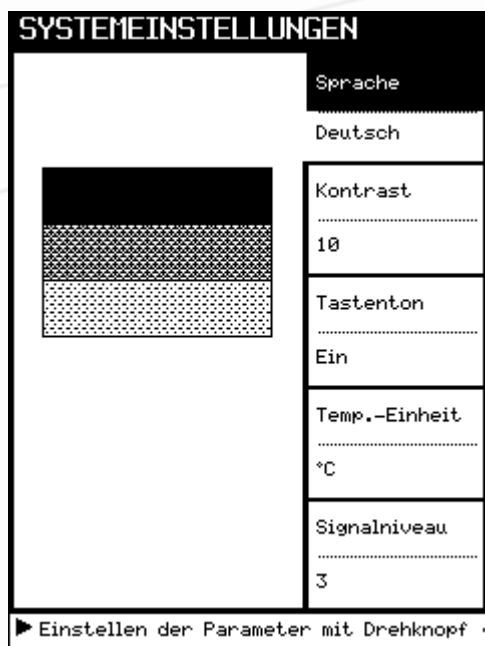
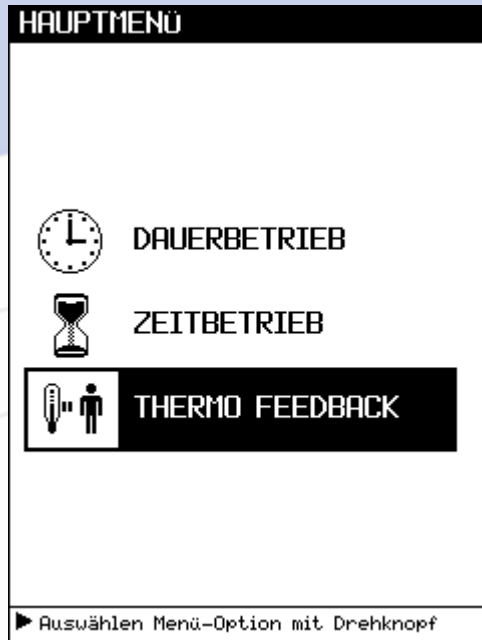
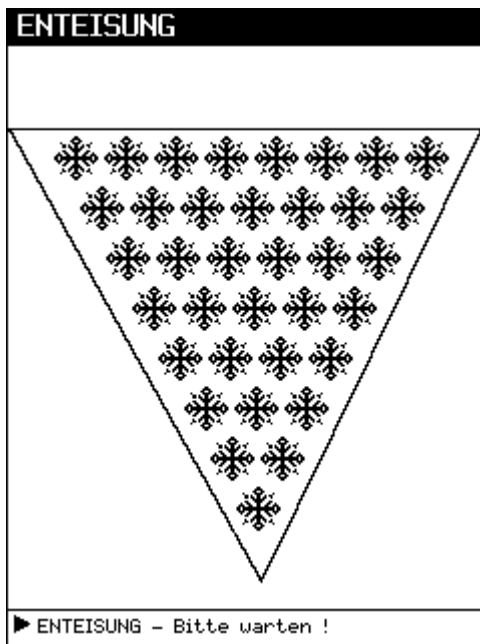

Bild 1.: "Systemeinstellung"
Bild 2: Betriebsartenauswahl mit kontaktiertem IR-Sensor
Bild 6: "Enteisung"
Nach dem regulären Behandlungsende oder der Behandlungsunterbrechung durch die Taste Start/Stopp **(15)** kann mit der Taste Main Menu **(13)** die Anzeige von **Bild 2** "Wahl der Betriebsart" aufgerufen werden, Punkt 2 KGA
Drücken Sie Taste Main Menu **(13)**, **Bild 2** "Wahl der Betriebsart" erscheint, dann gemäß Punkt 2 KGA fortfahren.
Rückkehr durch Betätigen der Taste Main Menu **(13)** in **Bild 2** "Wahl der Betriebsart".
Schalten Sie das Gerät mit Netzschalter **(3)** an der Rückwand des **CRYOFLOW ICE-CT** ein. Es werden kurzzeitig der Gerätenamen und die enthaltene Softwareversion auf dem Display **(17)** angezeigt. Während dieser Zeit wird ein Gerätetest durchgeführt. Nach diesem Gerätetest geht das Gerät in den Bereitschaftszustand über. Auf dem Display **(17)** erscheint **Bild 2** "Wahl der Betriebsart" (siehe Punkt 6.1). Der Kompressor wird eingeschaltet. Es erfolgt eine Vorkühlung des Wärmetauschers. Beim Erreichen des vorgegebenen minimalen Temperaturwertes schaltet der Kompressor aus und anschließend beim Erreichen des vorgegebenen, maximalen Temperaturwertes wieder ein.
Mit der Taste System (12) gelangen Sie vom Bild 2 "Wahl der Betriebsart" (siehe Punkt 6.1) in die Systemeinstellung (Bild 1). Mit dem Drehknopf (16) wählen Sie durch Links- oder Rechtsdrehen den einzustellenden Parameter aus. Durch Drücken des Drehknopfes (16) wird dieser Parameter aktiviert und Sie können ihn dann durch Links- oder Rechtsdrehen einstellen. Durch erneutes Drücken des Drehknopfes (16) wird der eingestellte Wert gespeichert.
Mit Betätigen der Taste Main Menu (13) gelangen Sie wieder zurück ins Bild 2 "Wahl der Betriebsarten" (siehe Punkt 6.1).
Nach der Geräteinitialisierung startet das **CRYOFLOW ICE-CT** mit dem Hauptmenü, in dem die gewünschte Betriebsart gewählt werden kann. Die Auswahlmöglichkeiten werden dadurch bestimmt, ob das Gerät ohne oder mit IR-Sensor betrieben wird (**siehe Bild 2.**). Die gelbe LED **(10)** leuchtet. Mit Drehknopf **(16)** kann durch Links- oder Rechtsdrehen zwischen Zeitbetrieb, Dauerbetrieb oder Thermofeedback gewählt werden. Die gewählte Betriebsart ist im Display **(17)** hervorgehoben. Durch Drücken des Drehknopfes **(16)** schalten Sie in die gewählte Betriebsart ein.
Nach dem Stoppen der Behandlung kann durch Betätigen der Taste Main Menu (13) wieder das **Bild 2** "Wahl der Betriebsart" aufgerufen werden (siehe Punkt 6.1).
Am Ende der Behandlung kann durch Betätigen der Taste Main Menu **(13)** wieder das **Bild 2** "Wahl der Betriebsart" aufgerufen werden (siehe Punkt 6.1).
Sie starten den Abtauvorgang durch Betätigen der Taste Defrost **(11)**. Es erscheint **Bild 6** auf dem Display **(17)**. Die gelbe LED **(10)** leuchtet. Der Kompressor ist ausgeschaltet. Der Lüfter bläst Raumluft durch den Wärmetauscher. Der Abtauvorgang wird automatisch beendet. Er kann auch nach minimal 5 Minuten Dauer durch Betätigen der Taste Defrost **(11)** manuell beendet werden. Ist der Vorgang beendet, schaltet das **CRYOFLOW ICE-CT** wieder in den Bereitschaftszustand um und **Bild 2** "Wahl der Betriebsart" erscheint auf dem Display **(17)**.